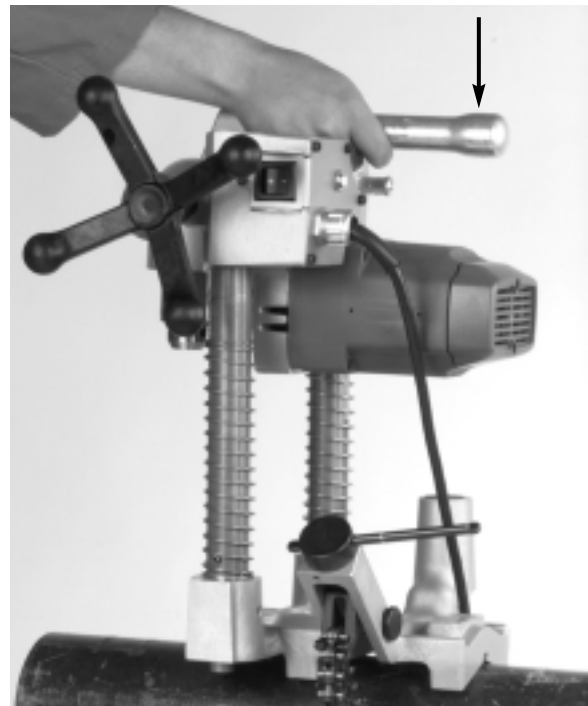

Figure 19 – Modèle HC-300 – Assemblage du moteur et de l'embase
11. Soulevez le moteur de la HC-300 et positionnez-le sur les deux poteaux en appuyant à fond sur leurs ressorts jusqu'à ce que vous entendiez un déclic indiquant que le mécanisme de verrouillage s'est engagé (Figure 19).